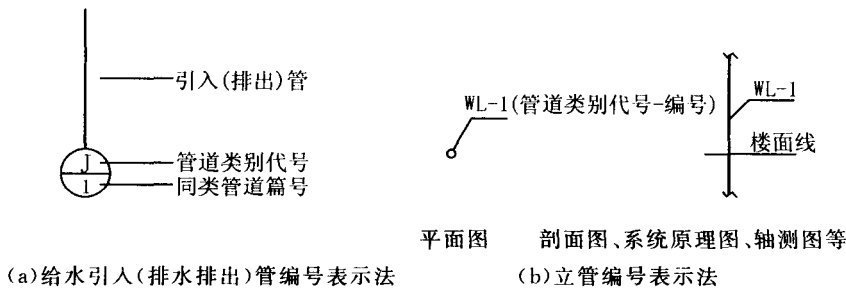

图 1-3 管道编号表示方法
(1) 当建筑物的给水引入管或排水排出管的数量超过 1 根时,宜进行编号,编号表示方法详见图 1-3(a)。
(2)建筑物内穿越楼层的立管,其数量超过 1 根时,宜进行编号,编号表示方法详见图 1-3(b)。